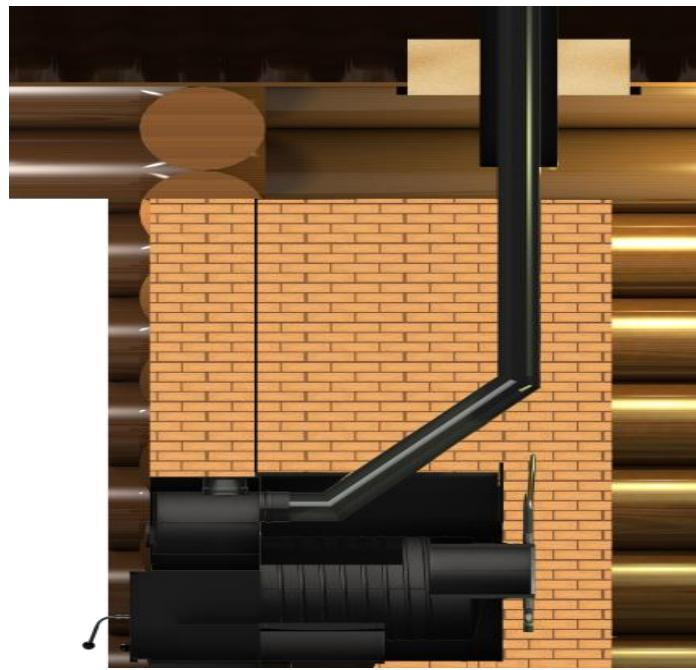

Рис.4 Установка печи
**Монтаж бака** производится (см. рис.4) с уклонами, необходимыми для слива воды, во избежание ее замерзания и с уклоном, необходимым для обеспечения нормальной циркуляции (150-300мм от верха теплообменника до низа бака).